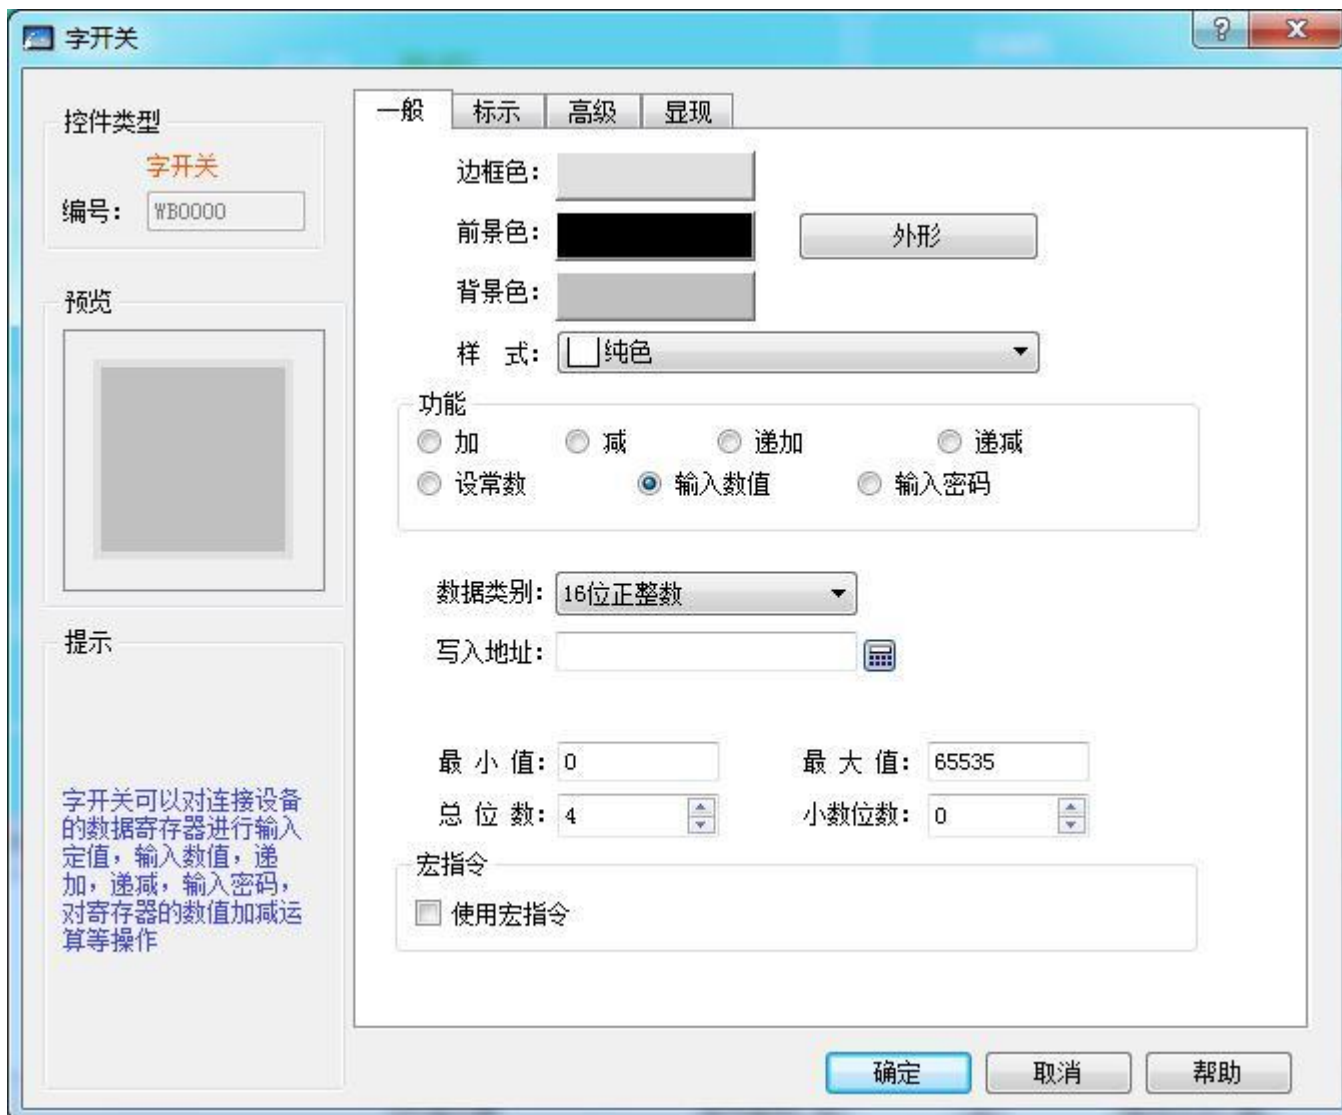

图 4-76 字开关对话框
- 选择工具栏上的字开关图标，弹出如下对话框，如图 4-76 所示：